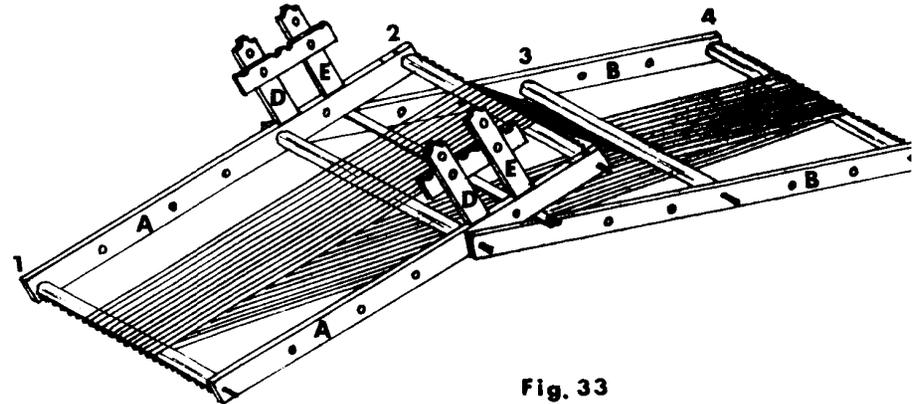

Fig. 33
Pour ourdir sur le métier, attacher le fil de chaîne à la traverse G (1) du devant en centrant votre chaîne. Passer le fil sur une dent de la traverse du dessus (2), sous la traverse du centre (3) et sur la traverse arrière (4), puis revenir à l'avant et répéter le processus sur les autres dents jusqu'à la largeur voulue. Fig. 33.
To warp the loom, tie the yarn to the front spacer bar (1) with a bow knot, making sure the warp will be centered on the loom. Carry the warp through a dent in the top spacer bar (2), under the center spacer bar (3), over and under the back spacer bar (4), and under and back to the front spacer bar. Fig. 33.